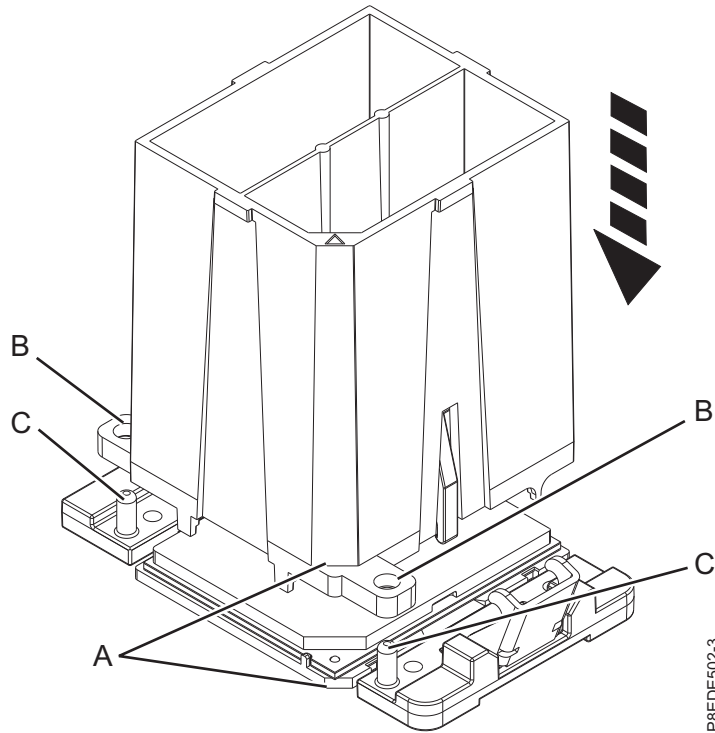

Figura 6. Cómo bajar la herramienta de extracción en el módulo del procesador del sistema
- a. Utilizando la herramienta de extracción suministrada, alinee la esquina biselada (A) de la herramienta sobre la esquina biselada del módulo del procesador del sistema, como se muestra en la Figura 6 en la página 8.
- b. Baje la herramienta sobre el módulo del procesador del sistema, asegurándose de que las dos patillas de guía (C) se inserten en los orificios de alineación (B) en cada lado de la herramienta.